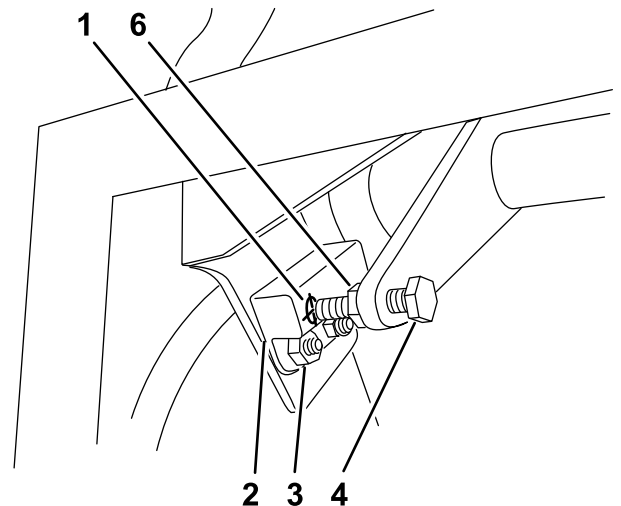

Bild 56
1. Stellen Sie sicher, dass die am Fahrtriebshebel angebrachte Schraube mit dem Messplättchen des Initiators ausgefluchtet ist (Bild 56).
bis das Messplättchen an der Schraube des Fahrtriebsschalters ausgerichtet ist (Bild 56).
3. Prüfen Sie den Abstand zwischen der Schraube und dem Näherungsschalter; er muss zwischen 0,51 mm und 1,02 mm sein (Bild 56).
5. Ziehen Sie die Klemmmutter nach der Einstellung der Schraube wieder an (Bild 56).